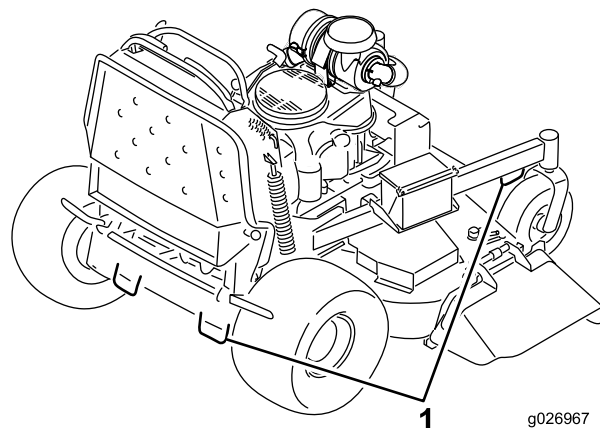

Figura 26
6. Utilice los puntos de amarre metálicos de la máquina para sujetar la máquina firmemente al remolque o al camión con correas, cadenas, cables o cuerdas (Figura 26).